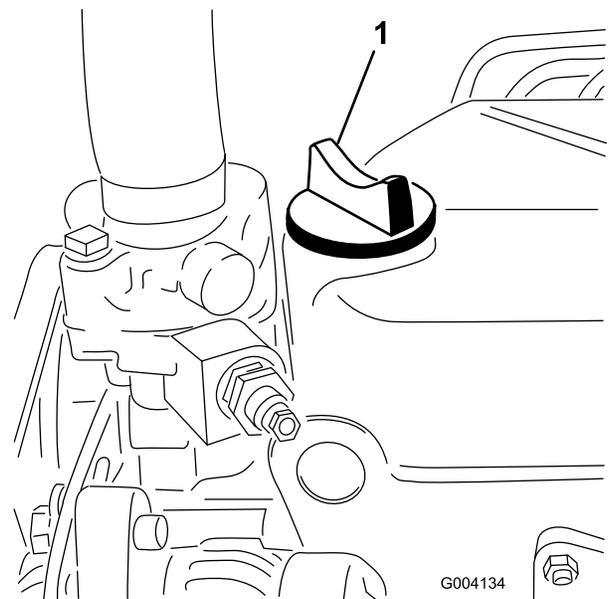

Figura 22
5. Si el nivel de aceite está por debajo de la marca Lleno, retire el tapón de llenado (Figura 22) y añada aceite hasta que el nivel llegue a la marca Lleno. **No llene demasiado.**